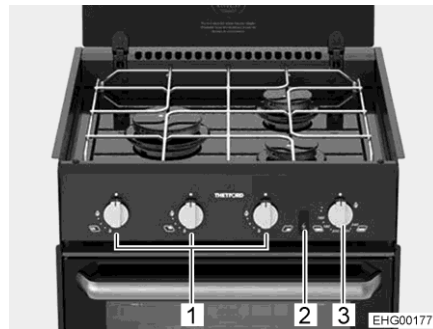
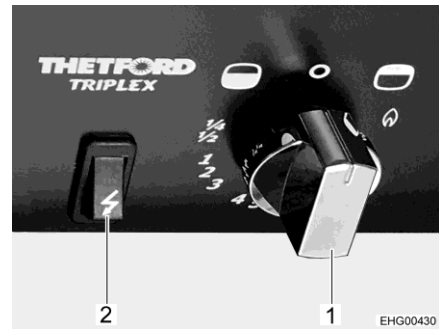

Bild 230 Herd mit Gaskochplatten
Bild 231 Bedienelemente (Gasbackofen mit Grill)
- Drehregler (Bild 230,1) der gewünschten Brennstelle drücken, auf Zündposition (große Flamme) drehen und gedrückt halten, bis die Flamme brennt (maximal 15 Sekunden lang).
- Drehregler (Bild 230,3 und Bild 231,1) drücken und entgegen dem Uhrzeigersinn (in Richtung Backofen-Symbol ") auf maximale Einstellung stellen.
- Drehregler (Bild 230,3 und Bild 231,1) drücken und 5 bis 10 Sekunden lang gedrückt halten. Es strömt Gas zum Brenner.
- Zündschalter (Bild 230,2 und Bild 231,2) so lange drücken, bis die Flamme brennt.
- Drehregler (Bild 230,3 und Bild 231,1) drücken und im Uhrzeigersinn (in Richtung Grill-Symbol ") auf das Flammensymbol stellen.
- Drehregler (Bild 231,1) auf "O" drehen. Die Flamme erlischt.